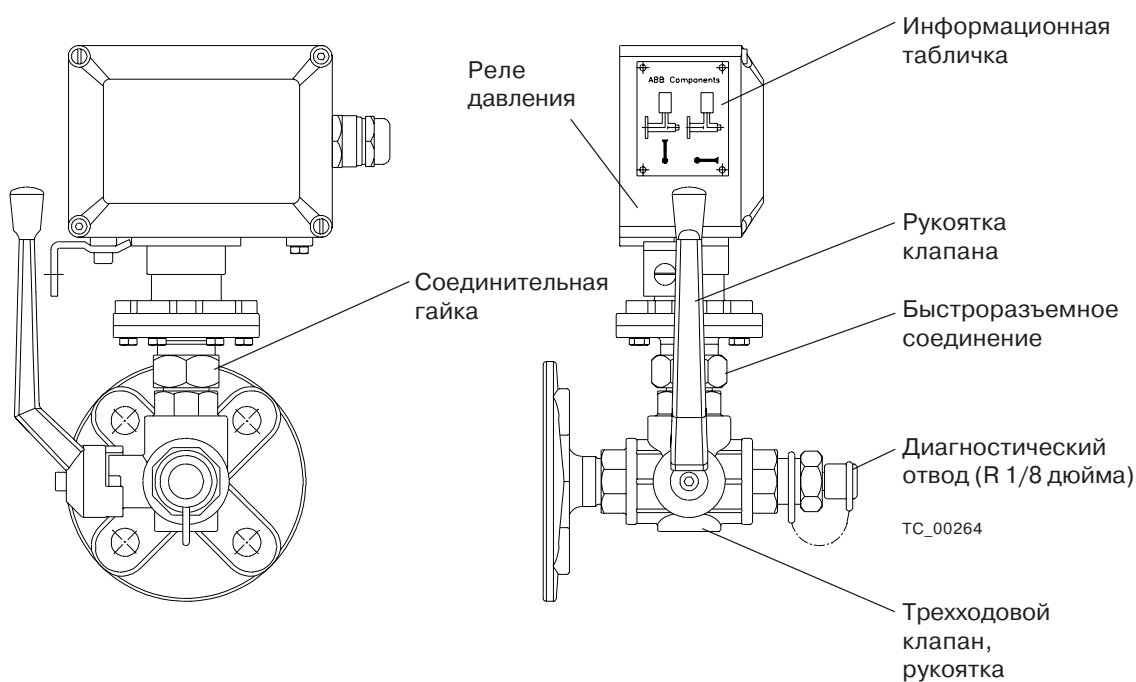

Рис. 11. Реле давления
1. Установите рукоятку трехходового клапана в контрольное положение (см. Рис. 11 и информационную пластину на реле давления).